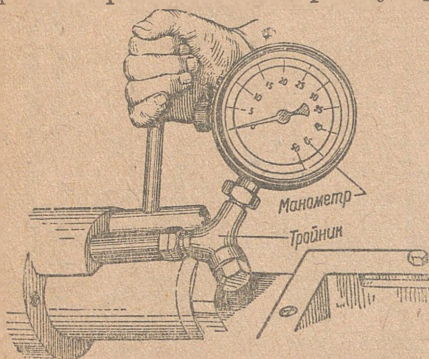

Рис. 59. Определение давления в накатнике
4. Ключом Сб. 060008 отвинтить на один оборот вентиль и по отклонению стрелки манометра определить давление (рис. 59). Закрыть вентиль.